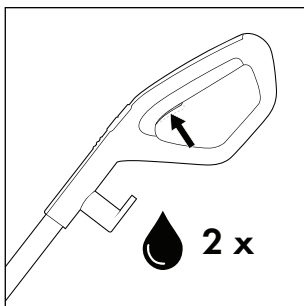
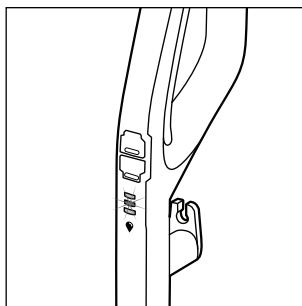

Abb. 14
Abb. 15
- ♦ Drücken Sie vor jedem Gebrauch zweimal kurz den Schalter Reinigungslösung  15, um die Dauersprühfunktion zu aktivieren und die Bürstenrolle  6 mit Reinigungslösung betriebsbereit zu machen (siehe Abb. 14). Die Anzeige Reinigungslösung  12 blinkt abwechselnd blau auf, wenn die Dauersprühfunktion aktiviert ist oder der Schalter Reinigungslösung  15 gedrückt gehalten wird (s. Abb. 15).